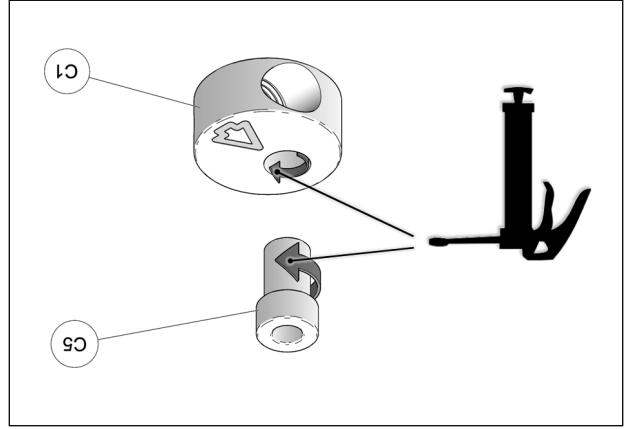

Fig. 24
12. À l'assemblage, les bagues espacateurs (C5) doivent être graissées. Appliquer une couche de graisse uniforme sur toute la circonférence de la bague espacateur et dans le logement du disque en aluminium (C1). Voir la Fig. 24